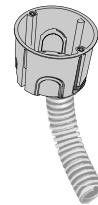

Fig. 11
- S'il est nécessaire d'enlever le moniteur, intervenir avec un tournevis adapté sur le petit levier comme indiqué sur la figure 11 et soulever (de bas en haut) de manière à décrocher le moniteur du châssis.